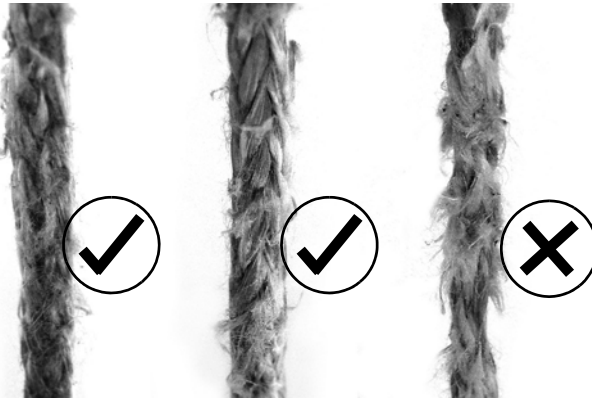
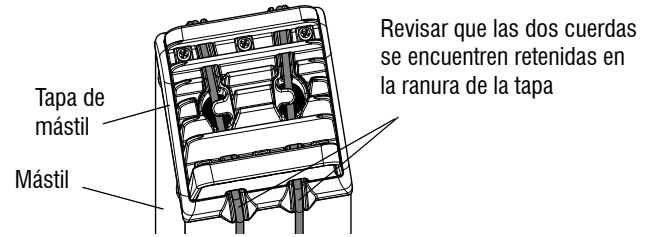

Figura 2-4. Ejemplos de cuerdas nuevas, aceptables e inaceptables
Figura 2-5. Cuerdas retenidas en la tapa del mástil
| Sustitución a los 5 años       | Cuando la cuerda está desgastada o no más que 5 años desde su primer uso. Consultar la Figura 2-4. para los criterios de desgaste. | Propietario, concesionario o usuario | Centro de servicio autorizado de JLG | Capacitación en fábrica  |
7. **Conjunto de cuerda** - Revisar que la cuerda no esté deshilachada ni dañada (Figura 2-4.). Asegurarse que esté tensa y asentada correctamente alrededor del tambor enrollado (ver a través de la ventana de inspección del carruaje - ver la Figura 6-3.). Asegurarse que esté asentada correctamente sobre el la tapa del mástil (Figura 2-5.) y en el punto de anclaje en la parte trasera del mástil (Figura 2-6.). Entre las condiciones que indican que la cuerda necesita sustituirse se incluyen:
- 1 Cuerda deshilachada o con pelusa (Figura 2-4.)